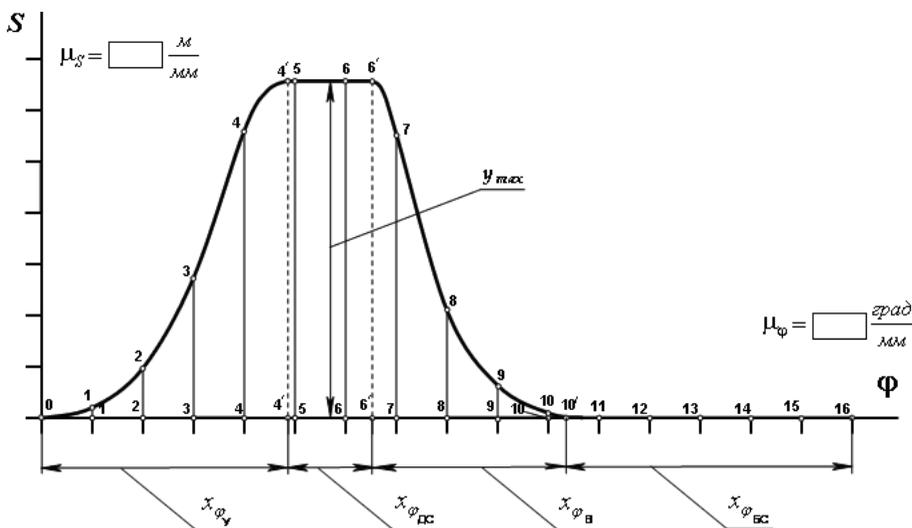

Рис.4. Диаграмма перемещения толкателя
7. Построить график перемещения толкателя в зависимости от угла поворота кулачка  $S=S(\varphi)$  (см. рис. 4), принимая следующие